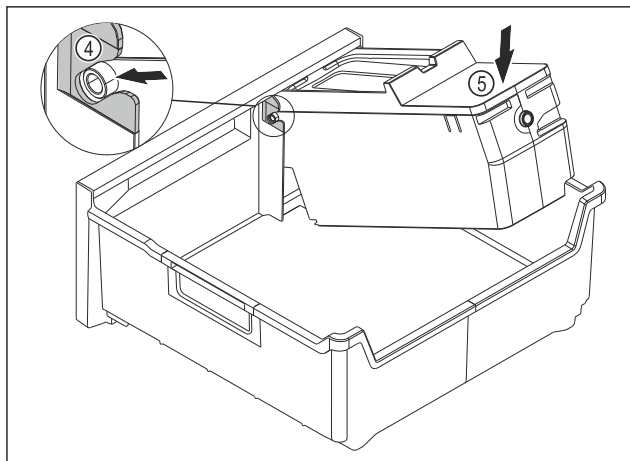

Fig. 125
- Monter le corps de l'EasyTwist-Ice : Insérer les axes du corps de l'EasyTwist-Ice dans les guides Fig. 125 (4).
- Appuyer l'arrière du corps de l'EasyTwist-Ice Fig. 125 (5) vers le bas.